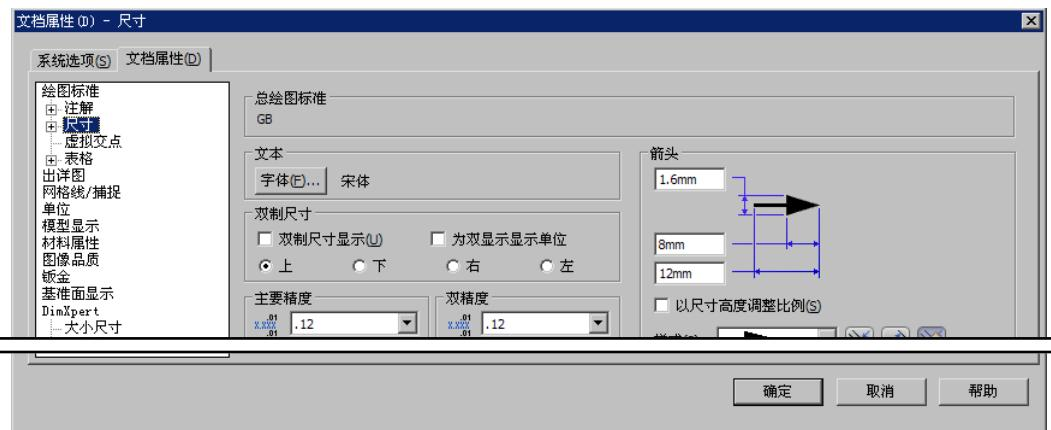

图 4.10.3 “文档属性(D)-尺寸”对话框
Step2. 在系统弹出的“系统选项”对话框中单击 **文档属性(D)** 选项卡，然后选择 **尺寸** 选项，此时“系统选项”对话框变成图 4.10.3 所示的“文档属性(D)-尺寸”对话框。